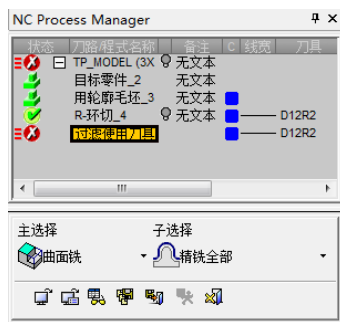

图 3-87 “NC Process Manager”对话框 (2)
1) 创建程序。单击“加工向导”工具栏上的“加工程序”按钮 , 弹出“NC Process Manager”对话框 (2), “主选择”为“曲面铣”, “子选择”为“精铣全部”, 如图 3-87 所示。